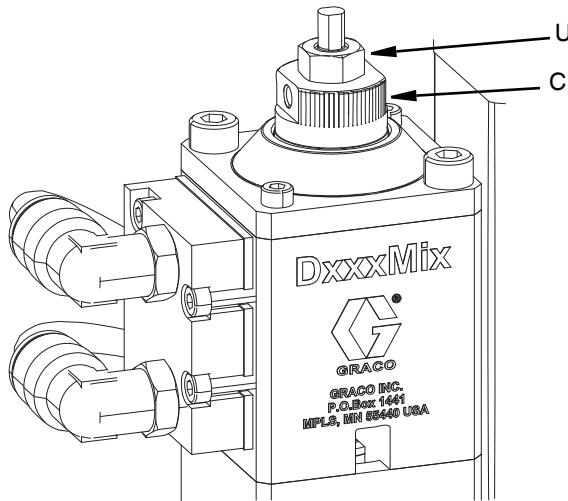

图 10
3. 慢慢松开调节螺母 (C)，然后循环气压直到达到所需的流量。
4. 拧紧锁紧螺母 (U) 以将调节螺母 (C) 固定到位。参见图 10。